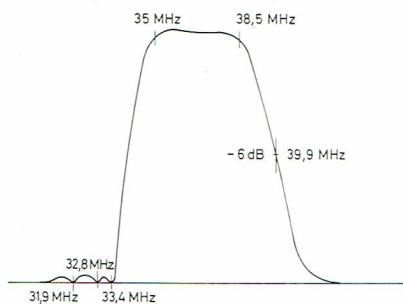

FIG. 23
- Vérifier si la courbe fig. 23 est obtenue.